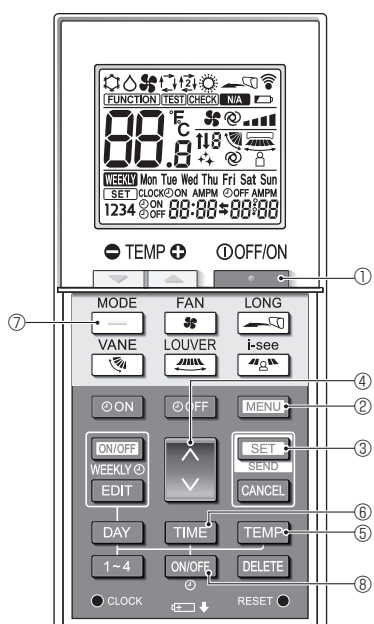

Fig. 7-9
1. Pulse el botón **▲** ① para detener el acondicionador de aire.
2. Pulse el botón **MENU** ②.
Se mostrará la pantalla de configuración de funciones y parpadeará el n.º de función ④. (Fig. 7-9)